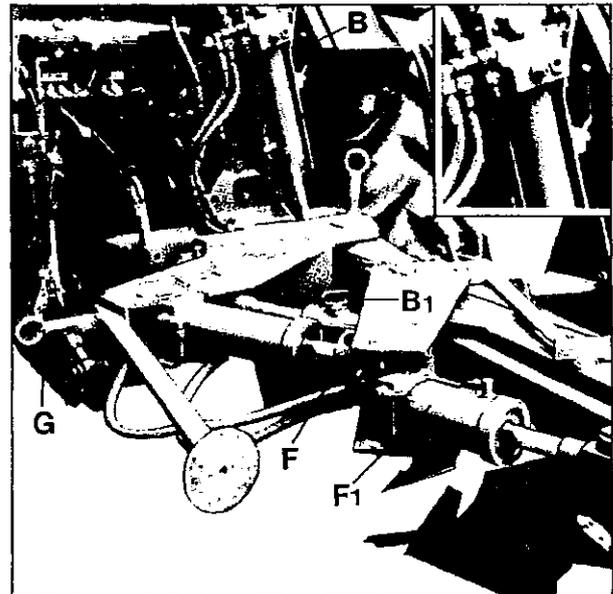
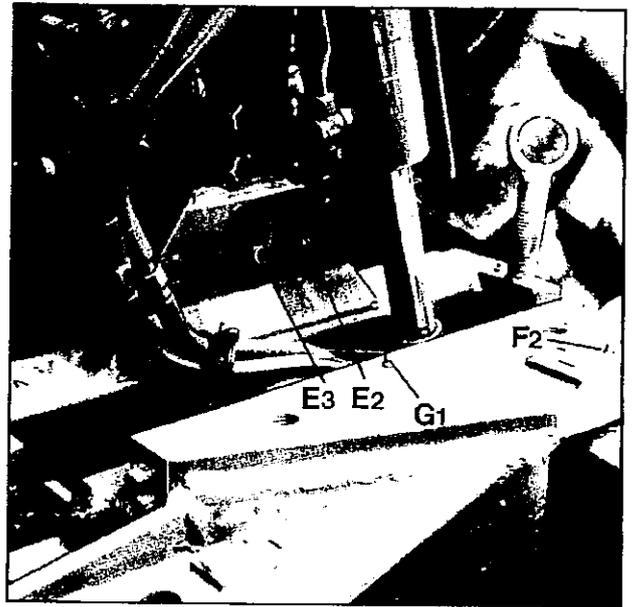

Fig.3
Fig.16
- a) Drehzylinder wie Fig. 3: durch kurzen Druckimpuls in Richtung wie zum Drehen,
Bei Drehzylinder wie Fig. 3 Schaltklaue E2 und Umschaltzapfen E3 (Fig. 16) ab und zu kontrollieren: die Schaltklaue muß in der jeweiligen Endstellung einrasten - federbelastete Kugel.